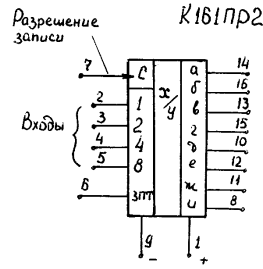

Рис.1
- В данной ситуации нет, не считаю. На складе Института скопилось достаточно много ВЛИ и работающих с ними в паре микросхем типа К161ПР2. Эта микросхема представляет собой преобразователь кода 8-4-2-1 в позиционный код семисегментных цифровых индикаторов. На принципиальных электрических схемах она изображается так, как показано на рис.1.